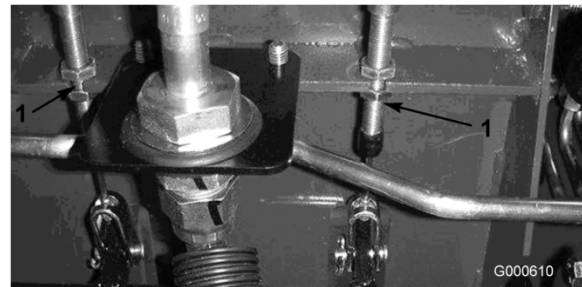

Figure 51
- A. Desserrez l'écrou avant sur l'extrémité fileté du câble de frein (Figure 51).